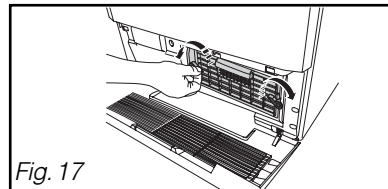

Fig. 17
- Abra el condensador (Fig. 17).